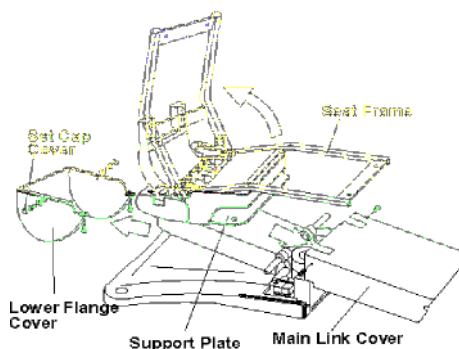

Fig.4-4 Chair Preparations for Installations
(Fig.4-4)
Enlevez les 4 vis M5 et enlevez le carter inférieur. (Fig. 4-4).
(10) Soulevez l'armature du fauteuil vers l'arrière (Fig. 4-4)